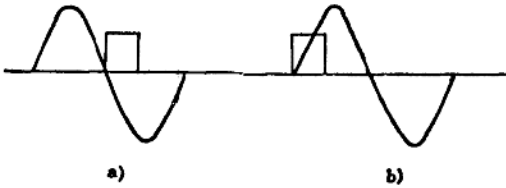
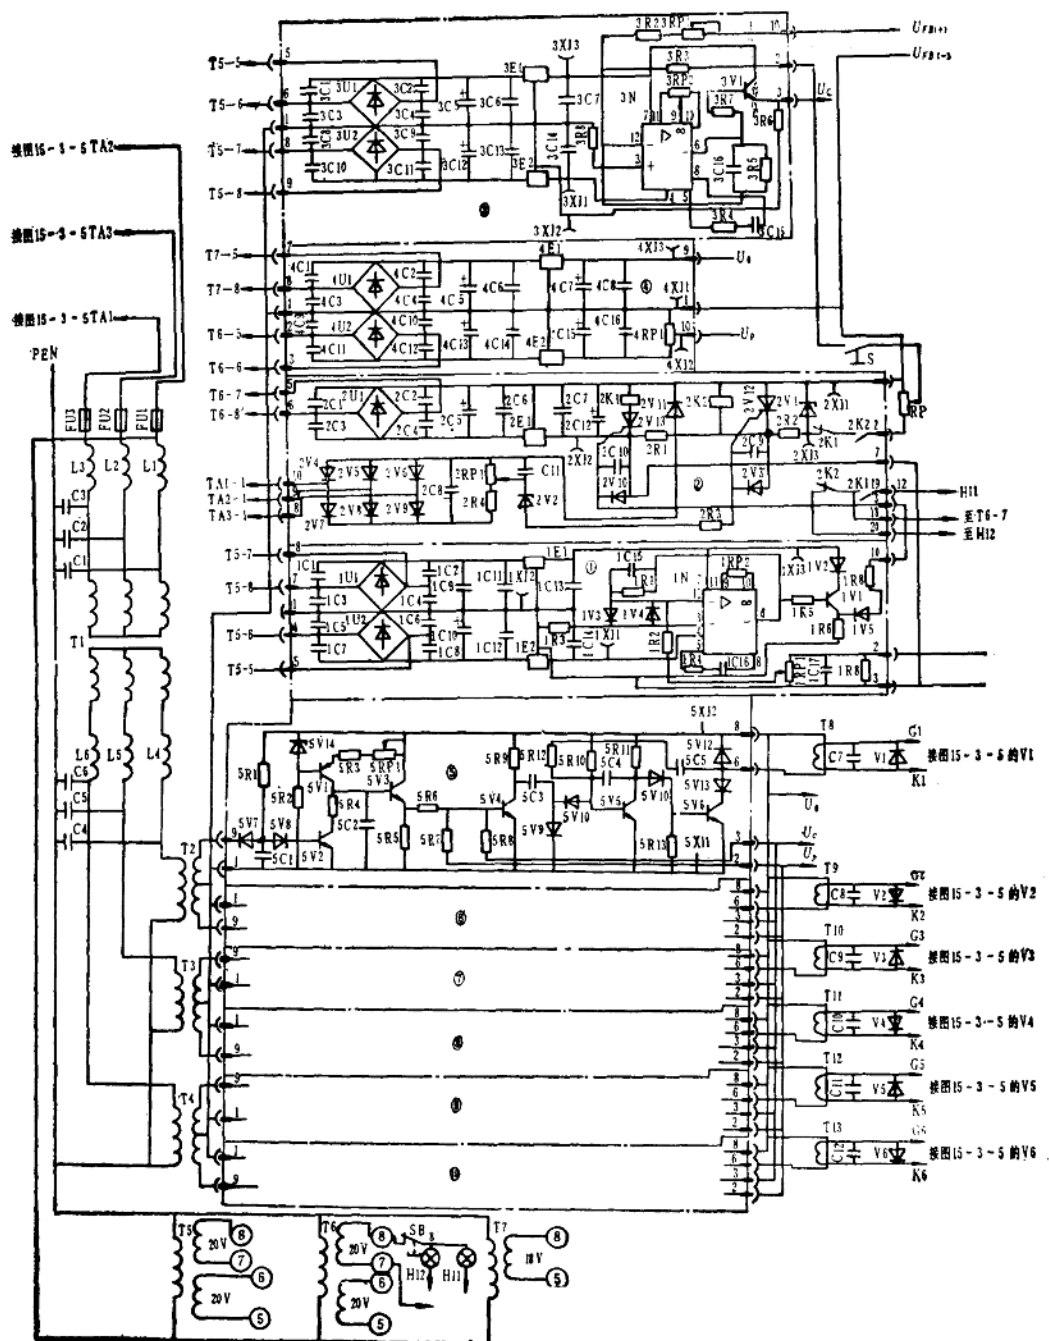

图15-3-6 脉冲与主电路电压波形
图15-3-7 印制电路板小盒电气原理图
(1) 控制电路的调试 控制部分电气原理电路见图15-3-5。试验前应先检查各熔断器是否已装上规定的熔体, 并检查每相与地和各相间是否短路。将小盒的11块板全部拔出, 将调压电源柜面板上的“给定通断”开关S置于“断”, 将“电压调节”电位器RP旋至左端(S、RP均示于图15-3-7中)。
(2) 灯丝电压的测试和调整 接好振荡管的灯丝连线和栅极连线, 按操作程序分两档接通灯丝电源, 此时“灯丝电压”表PV5指示应为 $33 \pm 0.5 \text{ V}$ 。稳压器在制造厂都经过调整, 灯丝电压应能够稳压在上述范围内。但有时因输入电源电压超过稳压范围, 或因电网频率稍有不同, 所以使灯丝电压与上述值不符。此时应重新调整稳压器的抽头, 通过改变两个谐振线圈(P2和P3)的抽头, 调整振荡管的灯丝电压, 一直调整到符合上述值为止。
(3) 栅极截止负压的测量 在振荡管栅极防振电容C34两端并联一只0~2500V的直流电压表(正端接地), 按顺序分两档接通灯丝电源, 此时表的指示约为1000V。然后, 依次按下“高压接通”按钮SB2和“加热接通”按钮SB4, 此时表的指示为零。再按下“加热断开”按钮SB5, 直流电压表又恢复到原来的指示, 然后按照断电程序断开电源。
(4) 交流调压电源的调试 小盒的调试是本项调试的核心,其原理电路见图15-3-6。小盒后面有一个12位端子板和一个20位端子板。编号为1~10的10块板分别与10个插座连接。10块板对应插座的编号为XS1~XS10。原理图中每块板两端的数字为对应插座上的端子号。小盒中编号为“0”的小板是测试延伸板,供小盒调试用。
⑤ 当旋转“电压调节”电位器 RP 使阳极电压升高时, 如果过电流继电器 KA1 动作, 并且过电流指示灯 H12 亮 (见图 15-3-7), 这时可按下恢复按钮 SB, 并且调 2 号板面板上的“过电流调节”电位器 2RP1 (见图 15-3-7)。如果过电压指示灯 H11 亮, 可调 1 号板面板上的“过电压调节”电位器 1RP1 (见图 15-3-6)。如果过电流指示灯和过电压